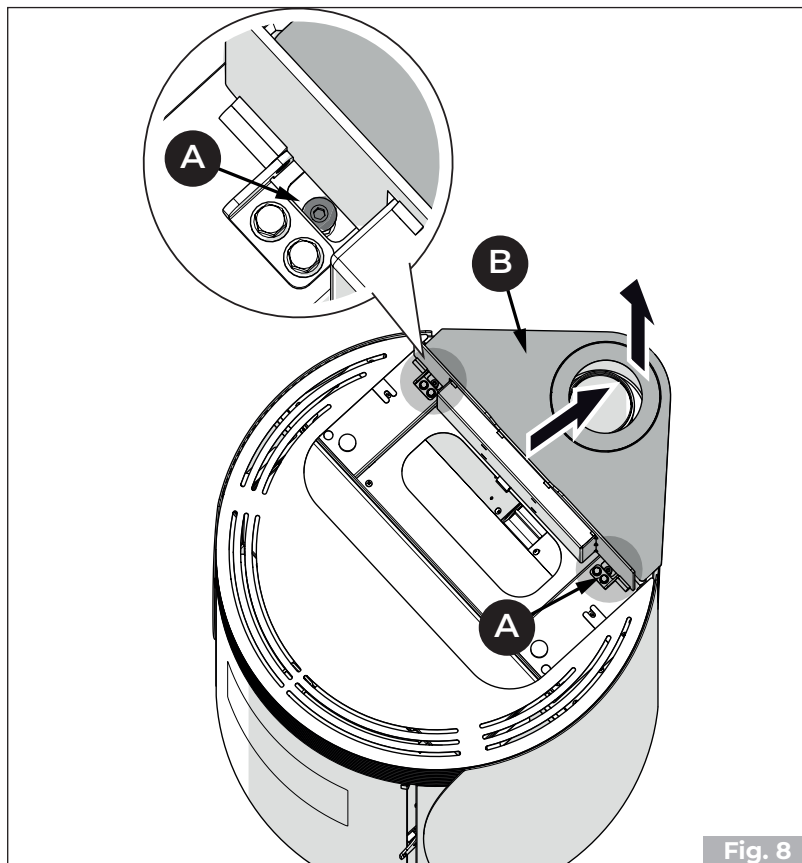

Fig. 8
- Sprostite vijake **(A)** in izvlecite ploščo **(B)** (**Fig. 8**)